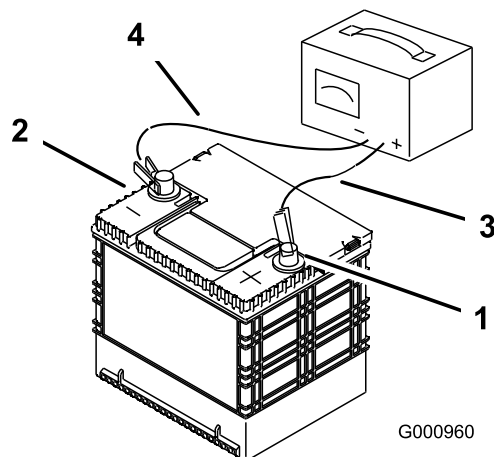

図 47
2. 充電が終わったら、チャージャのプラグをコンセントから抜いてから、チャージャのリード線をバッテリー端子から外す（図 47）。